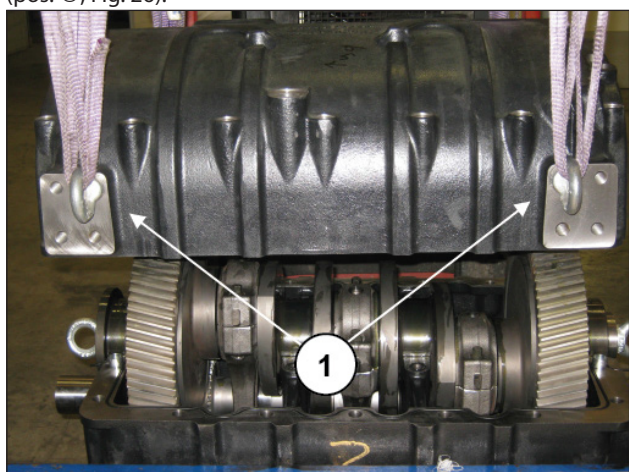

Fig. 26
Para desmontar el cárter trasero, quitar los pies y utilizar los cuatro orificios roscados M16 para montar los cáncamos (pos. ①, Fig. 26).